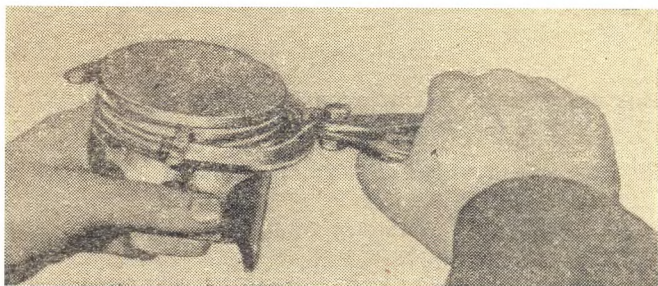

Рис. 18. Очистка канавок поршней от нагара
**Поршни** предварительно опустить в керосин или растворитель на 20—30 мин, а затем удалить с них нагар скребками или щетками. Особенно тщательно надо очищать от нагара канавки под поршневые кольца. Для этого используют приспособление, показанное на рис. 18. Ширина лопастей приспособления должна соответствовать ширине канавок поршня. При очистке надо соблюдать осторожность, чтобы не повредить стенки кольцевой канавки. Поверхность стенок должна быть совершенно ровной для хорошей посадки нового кольца. Отверстия для слива масла очищать при помощи сверла диаметром 4,0 мм.